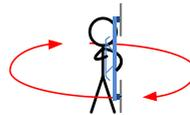

Fig.2
- 4.(Fig.2) Maintenez votre multi-rotor verticalement et tourner sur lui-même à environ 360° (nez de l'appareil vers le bas) autour de l'axe de gravité jusqu'à ce que le voyant s'éteint, signifiant que le calibrage est terminé.